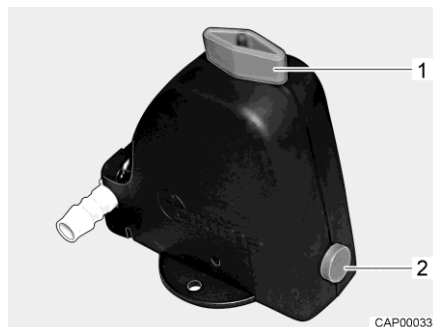

Bild 258 Säkerhets-/avtappningsventil (Truma)
- Öppna säkerhets-/avtappningsventilen (Truma). Vrid då vredet (Bild 258,1) mot säkerhets-/avtappningsventilen. Tryckknappen (Bild 258,2) skjuts ut.